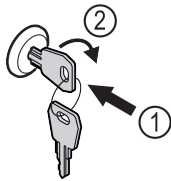

Fig. 125
- ▶ Sätt in nyckeln Fig. 125 (1).
- ▶ Vrid nyckeln 90° medurs Fig. 125 (2).